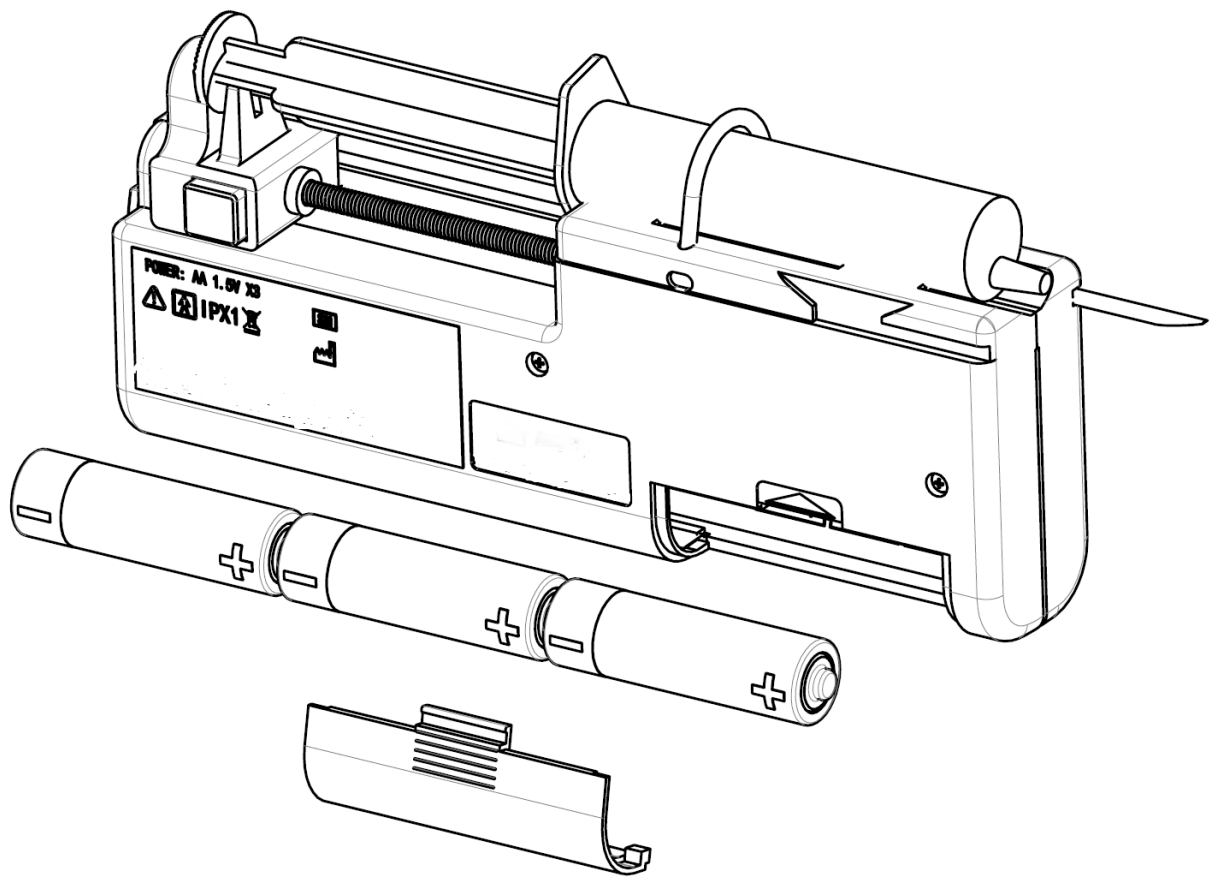

Figure 2
1. Ouvrez le couvercle de la batterie situé à l'arrière de la pompe. Insérez 3 piles AA dans le compartiment de la batterie. Remarque attentivement l' polarités + et - des piles (Fig.2). Trois nouvelles batteries peuvent soutenir le fonctionnement continu pendant 100 heures à un débit de 5mm / hr avec une seringue de 10ml.